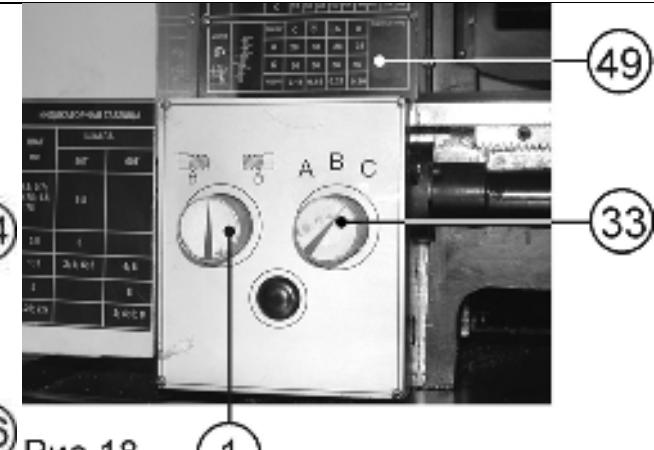
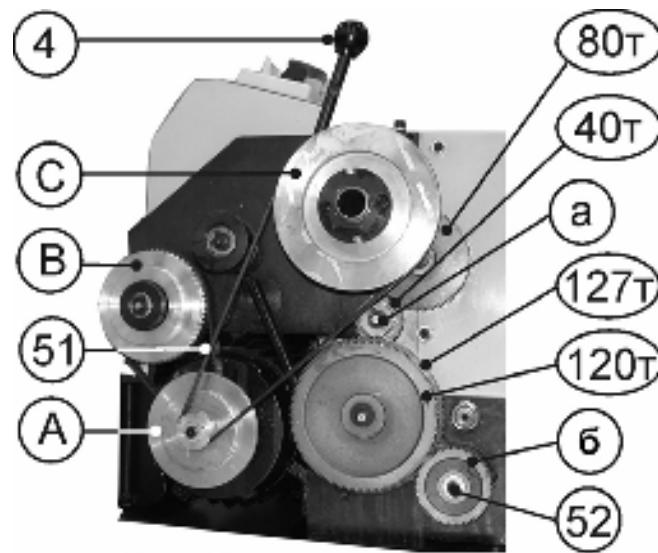

Рис.18
Рис.19
10.4.2. Ручкой переключения направления автоматической подачи (1) установите выбранное направление (левое или правое) автоматической подачи, Рис.18.
10.4.4. Станок оборудован коробкой скоростей автоматической подачи в диапазоне от 0,11мм. до 0,30мм. за один оборот шпинделья (См. таблицу 2 и шильдик (49)), Рис.18.
10.4.5. Откройте защитный кожух (2) гитары, как указано в п.9.3.2. По таблице 2 установите необходимые шестерни (а) и (б), Рис.19 и закройте защитный кожух (2) (п.9.3.2).
10.4.6. Пользуясь таблицей 2 инструкции или таблицей (49), Рис.18, установите необходимые шестерни (а) и (б), Рис.19 (См. п. 10.6.5-10.6.10).
10.4.7. Вращая ручку переключения скорости автоматической подачи (33), Рис.18, можно менять скорость автоматической подачи. Например, при установке шестерен, а=28Т и б=56Т, Рис.19, в положение С ручки переключения скорости автоматической подачи (33) – скорость подачи равна 0,11мм. на один оборот шпинделя. При установке ручки переключения скорости автоматической подачи (33) в положение А – скорость подачи равна 0,22мм. на один оборот шпинделя и т.д., Рис.18.
При каждом перемещении ручки переключения скорости автоматической подачи (33) необходимо рычаг натяжения ремня (4) привести в крайнее положение от себя, Рис.19.
10.5.2. Переставляя клиновой ремень (51) на шкивах А, В, С в положения 1, 2, 3 согласно таблице 3, можно ступенчато изменять скорость вращения шпинделя – 100; 250; 350; 500; 900 и 1800 об/мин. (Рис.19 - А, В, С - шкивы). Например, при установке клинового ремня (51) на шкивах В, С в положении 1 – скорость вращения шпинделя равна 100 об/мин., а в положении 3 – 500 об/мин. и т.д., Рис.19.
10.6.4. Комбинации использования шестерен для нарезания резьбы указаны в таблице 4 и на Рис.19: